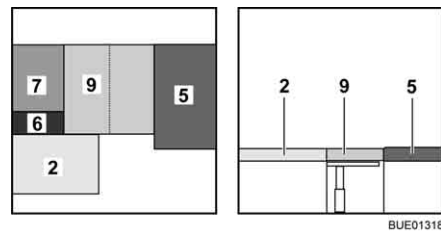

Bild 138 Efter ombyggnaden
- Fäll upp den extra dynan (Bild 138,9) och lägg den på bordet.